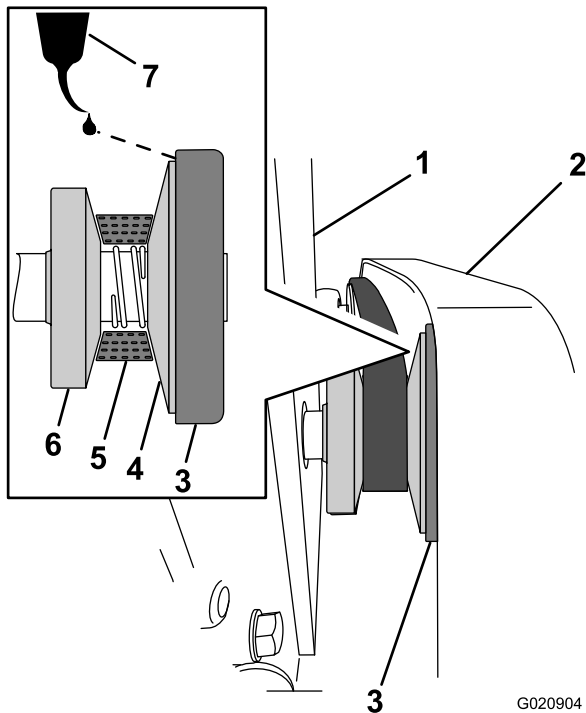

Figura 32
1. Desde la parte trasera de la máquina, localice la tapa del embrague entre el soporte de izado y la correa (Figura 32).
2. Aplique 2 o 3 gotas de aceite SAE 5W-30 entre la tapa del embrague y el cono deslizante (Figura 32).